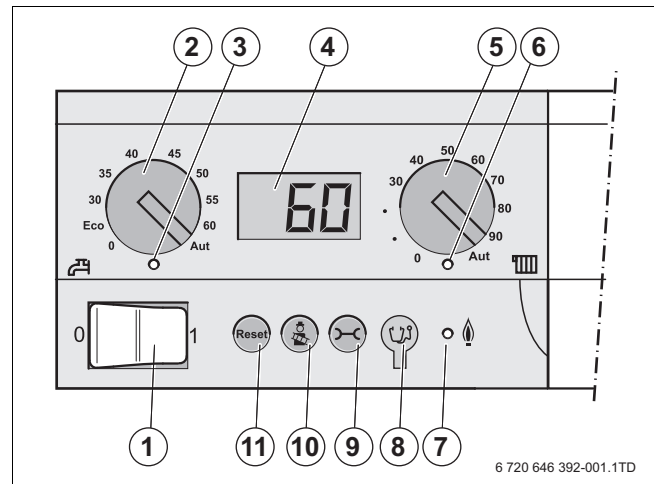

Bild 2 Bedienfeld – Bedienelemente
- ▶ Beide Drehregler am Bedienfeld (→ Bild 2, [2] und [5]) in Stellung „AUT“ stellen, damit alle Einstellungen über die Bedieneinheit vorgenommen werden können.